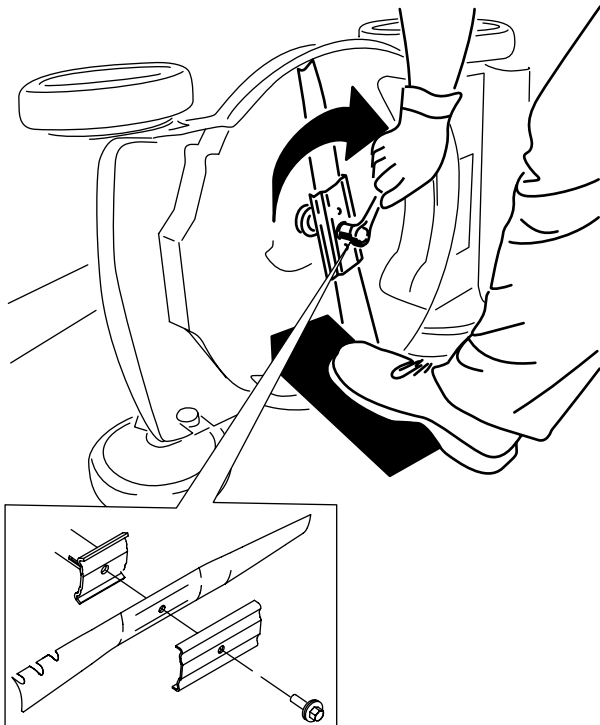

Bild 39
5. Setzen Sie das neue Messer und alle Schrauben auf (Bild 39).